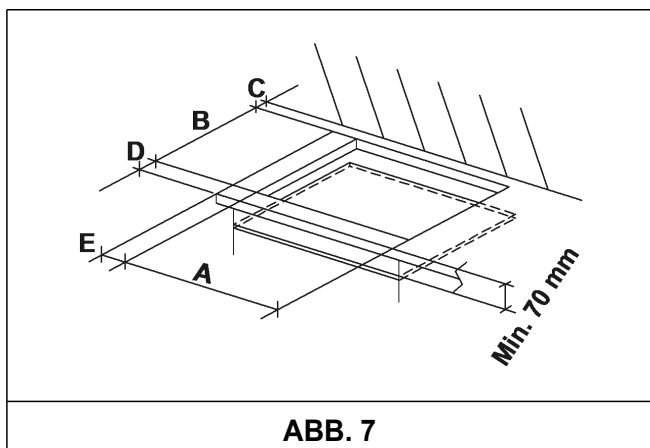

ABB. 7
In der Fläche des Einbaumöbels eine Öffnung anbringen, deren Maße den Angaben in Abb. 7 entsprechen und dabei sicherstellen, dass die kritischen Maße des Raums eingehalten werden, in dem das Gerät installiert werden muss (siehe Abb. 8).
- Um mögliche ungewollte Kontakte mit der überhitzten Oberfläche des Kastens des während des Betriebs des Kochfeldes zu vermeiden, muss eine Holztrennplatte eingelegt werden, die mit Schrauben in einem Mindestabstand von 70 mm vom Top blockiert wird. (Abb. 7).
Der Installateur wird darauf hingewiesen, dass das Gerät mit nur einer Seitenwand (rechts oder links des Kochfelds) eingebaut werden kann, die höher als das Kochfeld ist und sich in einem Mindestabstand befinden muss, wie zu sehen in Abb. 7. Die Rückwand und die anliegenden und umliegenden Flächen um das Kochfeld müssen einer Übertemperatur von 65K standhalten.